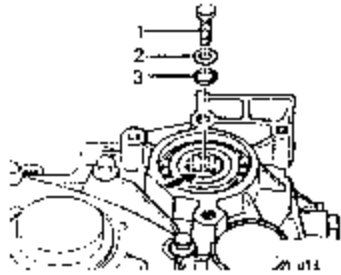

图 7-73 拆下小传动轴
10) 拆下小传动轴的螺栓以及垫圈和调整垫片。行星齿轮架的推力滚针轴保留在变速箱/输入齿轮内。抽出小传动轴，如图 7-73 所示。
12) 装入小传动轴的螺栓以及垫圈调整垫片(见图 7-73)。
- b. 装入小传动轴的螺栓和垫圈，但是不要装入调整垫片（见图 7-73）。